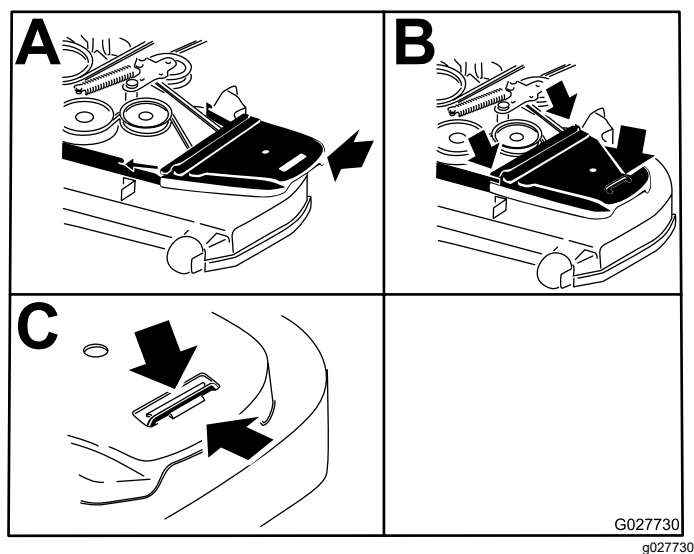

Figura 67
12. Instale las cubiertas de la correa (Figura 67).